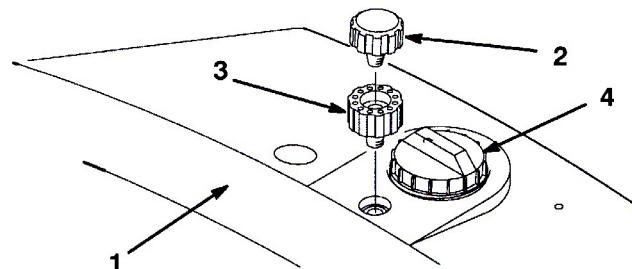

図8
- オイル・フィルタ(図8)を取り外す。
- 延長パイプを通気穴に取り付ける(図8)。
- パイプの先端に通気キャップを取り付ける(図8)。